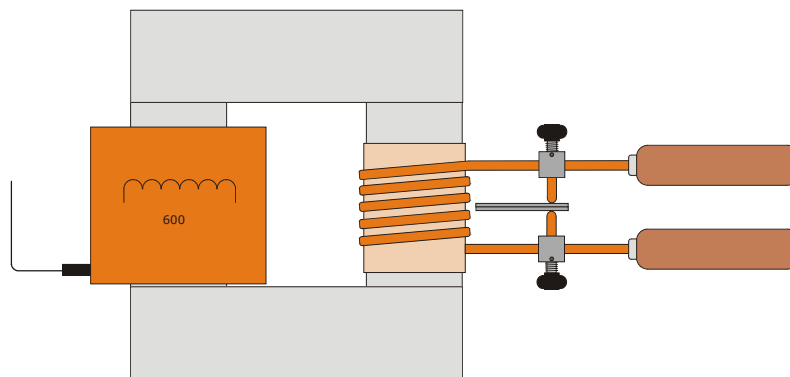

Fig. 1 Soudage par points
- Montez le transformateur à courant fort comme le montre la fig. 1 et placez-le sur un support résistant à la chaleur.